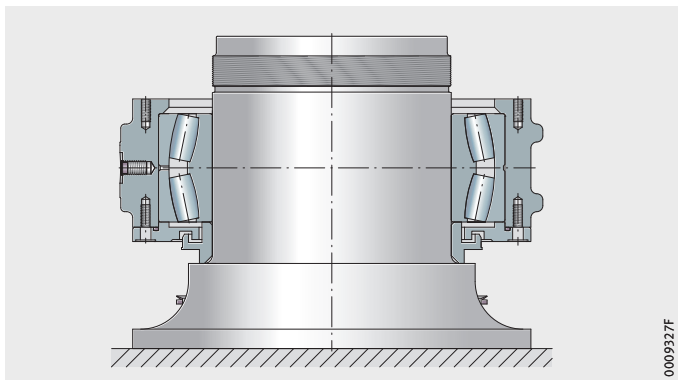

图 12
- ▶ 将加热后的轴承座吊装至冷却后的轴承上，并确保其与主轴保持同轴，图 12。避免对轴承座端盖和迷宫密封环造成任何损坏。